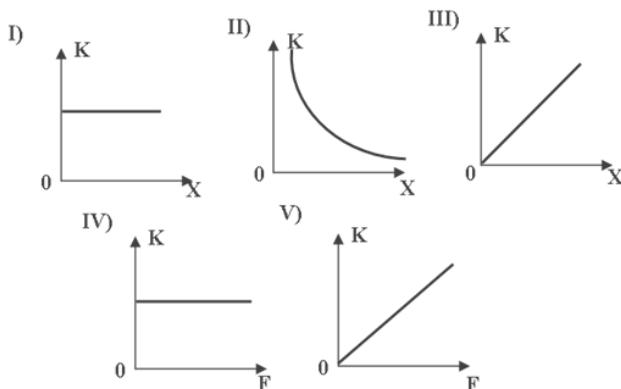

Рис. 1.12
5. Какие из нижеприведенных графиков отражают зависимость коэффициента жесткости от величины действующей силы и от величины абсолютного удлинения для данной пружины, (рис.1.12)?